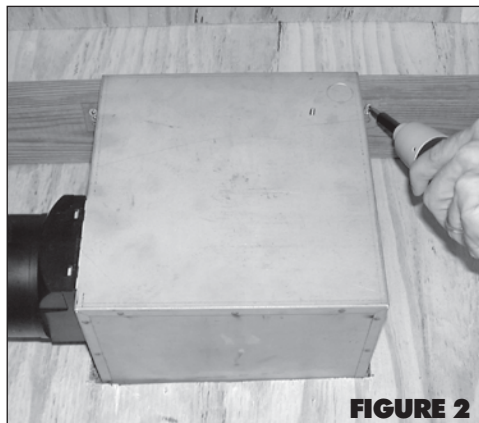
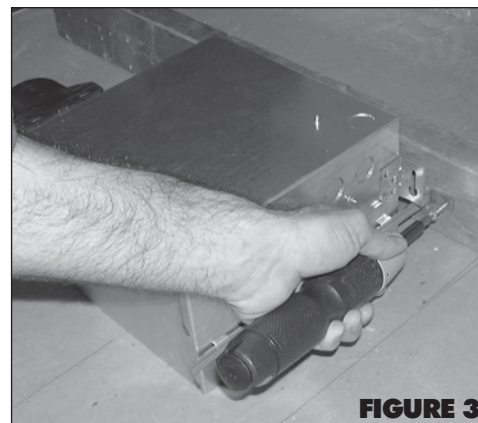

FIGURE 2
FIGURE 3
2. Attach housing to joist through keyhole mounting tabs (Fig. 2) or adjustable hanger bars using nails or screws. (Do not tighten.) Adjust the housing so it will not extend past the finished ceiling. The outer edge of the housing should be recessed 1/8" to 1/4" from the finished ceiling.
2. Conecte el bastidor a la viga a través de las lengüetas perforadas o las barras de colgar ajustables (Fig. 2) usando clavos o tornillos. (No apriete). Ajuste el bastidor de manera que no sobresalga del techo acabado. La orilla exterior del bastidor debe quedar metida de 1/8" a 1/4" dentro del techo acabado.
2. En vous servant de clous ou de vis, attacher l'enveloppe à la solive à l'aide d'attaches en trou de serrure (Fig. 2) ou de barres de suspension réglables (Fig. 3). (Ne pas les serrer.) Ajuster l'enveloppe entre les solives, de façon à ce qu'elle ne dépasse pas le dessous du plafond fini. Le rebord extérieur de l'enveloppe devrait être en retrait de 1/8 à 1/4 po. par rapport au plafond fini.